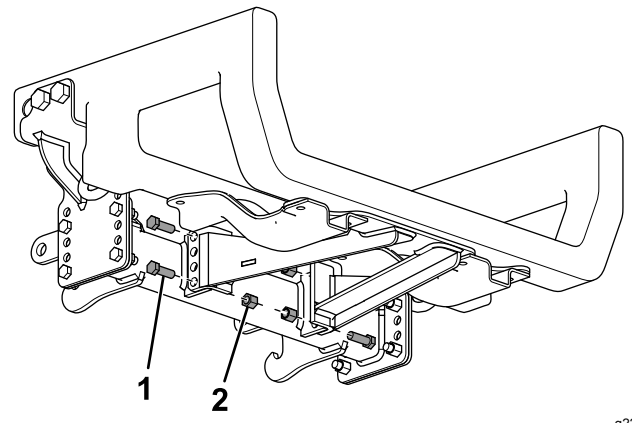

Figure 4
8. Fixez la barre de poussée au support coudé à l'aide de 4 boulons (½ po) et 4 écrous (Figure 4).